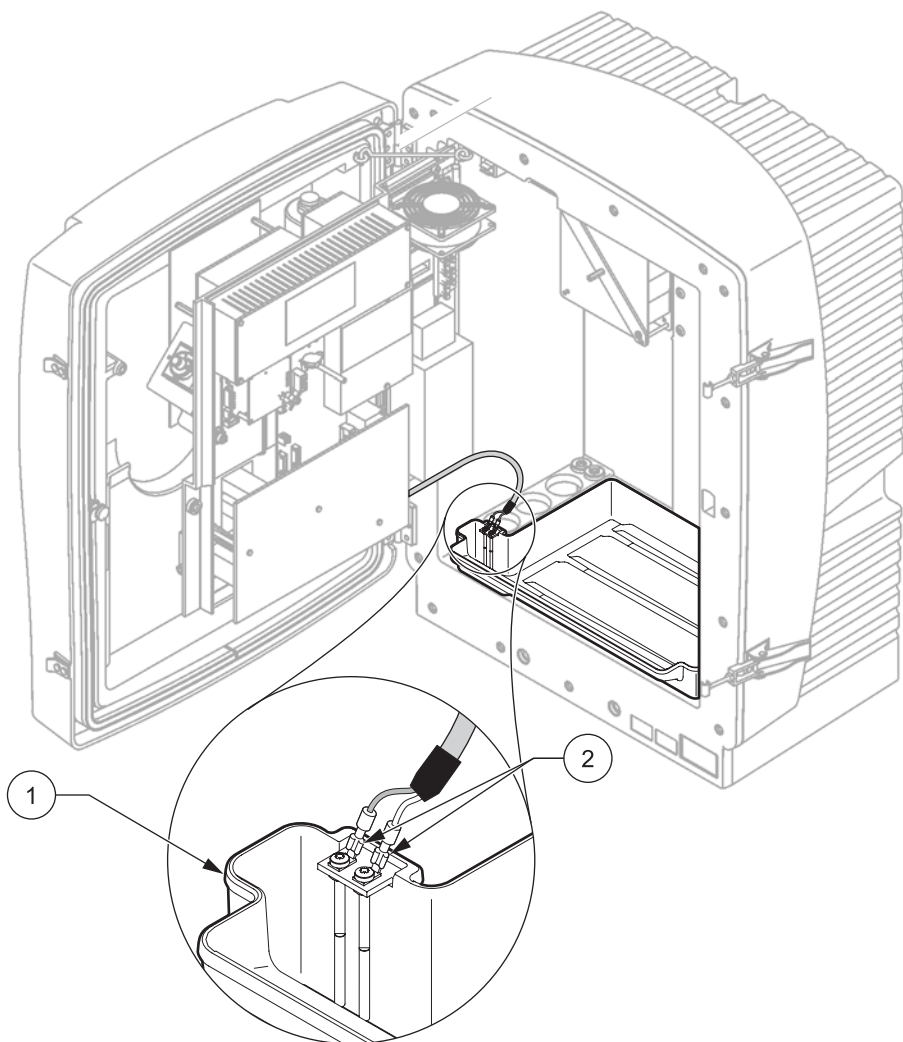

图 9 连接湿度传感器
3. 将湿度传感器电线连接到收集盘上的接线端子螺钉上（图 9）。